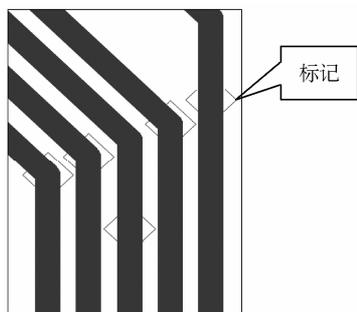

图 7-15 “标记”显示
5) 显示标记：勾选该复选框后，PADS 显示不同布线的连接标志。所谓不同布线是指同一根连接线上不同的线段，如图 7-15 所示。